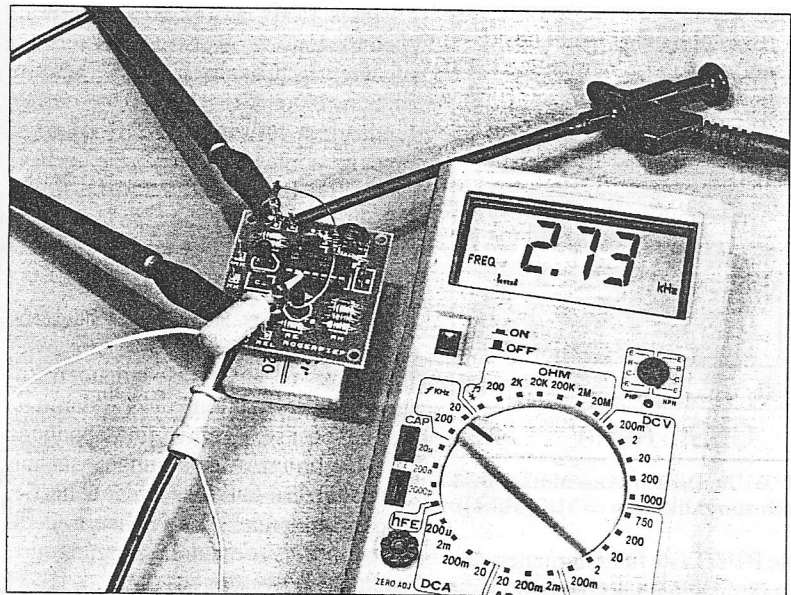

Bild 7: Schon mit dem Multimeter ist ein Schaltungstest möglich; beim Erden von Pin 2 des ICs kann man die Frequenz des Oszillators nachmessen.
■ Wenn Sie die für die Taste vorgesehenen Anschlüsse überbrücken, muß die Leuchtdiode erstrahlen und nach dem Loslassen ein bißchen nachleuchten; bei einer Verzögerungszeit von 0,1 s ist das kaum wahrnehmbar, aber wenn Sie C2 provisorisch vergrößern (220 nF oder 470 nF parallel schalten), dann kommen Sie auf wahrnehmbare Zeiten. Beim Erden von Punkt B (Pin 2 des ICs an Masse legen) schaltet T2 ständig durch, und der Oszillator erzeugt Dauerton (Bild 7). Das Erden ist an dieser Stelle zulässig, weil der Gatterausgang von G2 hochohmig entkoppelt wird, von dem Kurzschluß also nichts bemerkt.